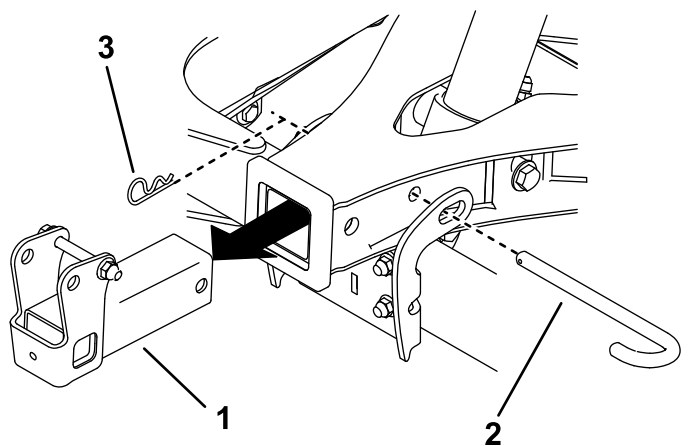

Figure 23
7. Déposez la goupille d'attelage, la goupille fendue et le dispositif d'attelage de l'accouplement en A. Installez la goupille d'attelage et la goupille fendue pour fixer l'accouplement en A (**Figure 23**).